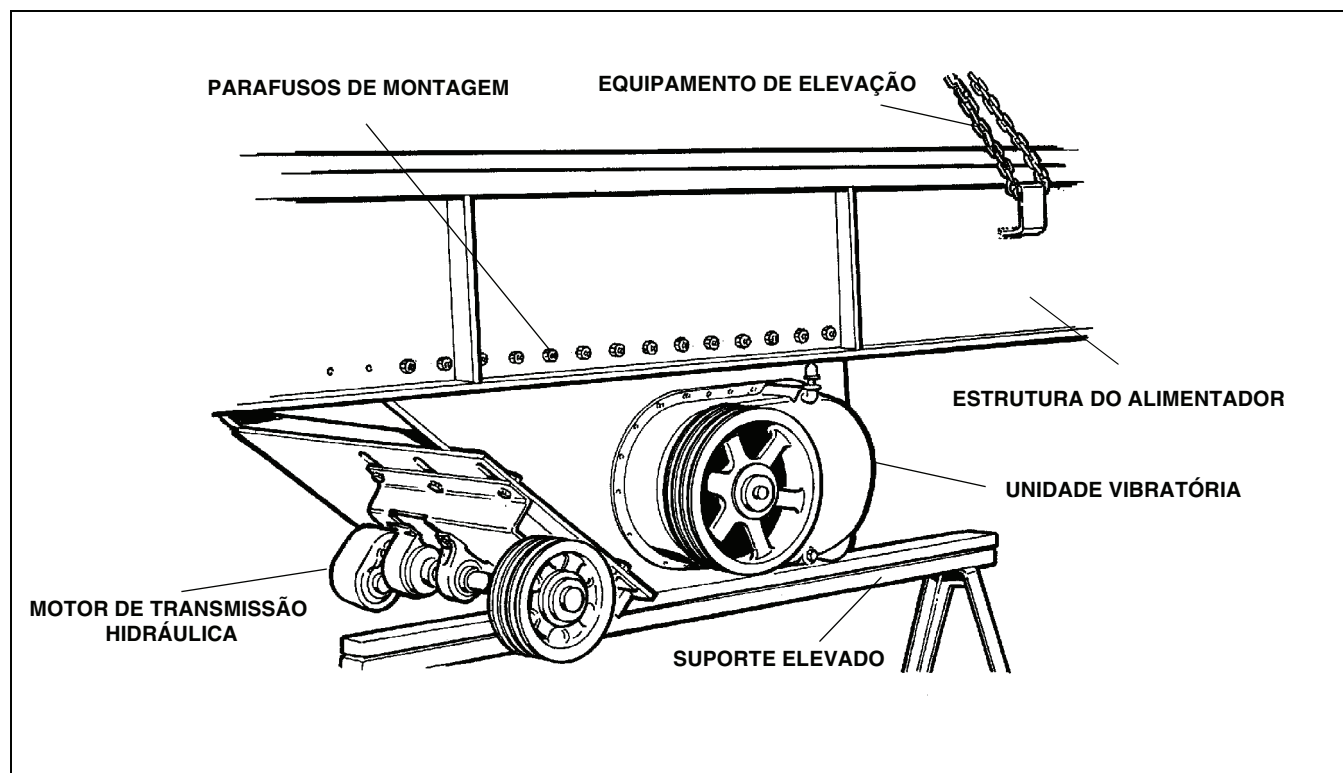

Figura 7-4. Remoção e Instalação da Unidade Vibratória
7. Posicione o alimentador em um bloco nivelado ou em outros suportes, conforme mostra a Figura 7-4. Não desconecte o equipamento de elevação.
1. Instale um equipamento de elevação adequado na unidade vibratória e posicione-a em suportes nivelados com os trilhos de montagem para cima. Consulte a Figura 7-4.